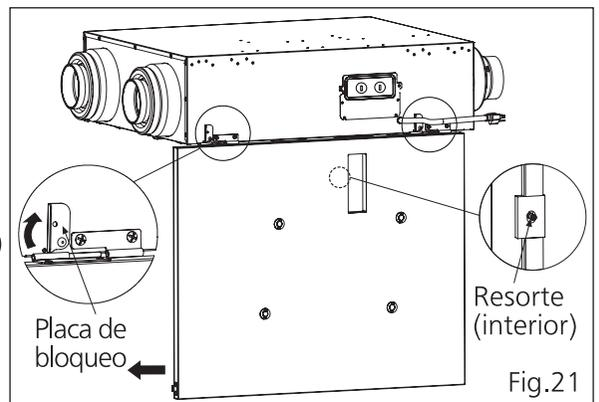

Fig.21
- (1) Si no es conveniente el mantenimiento, también puede girar la placa de bloqueo 90° y quitar la cubierta del marco. (Fig. 21)
- (2) Contiene un resorte en el interior de la cubierta del marco, por favor, no lo dañe ni deforme, de lo contrario, el VRE podría no funcionar. (Fig. 21)